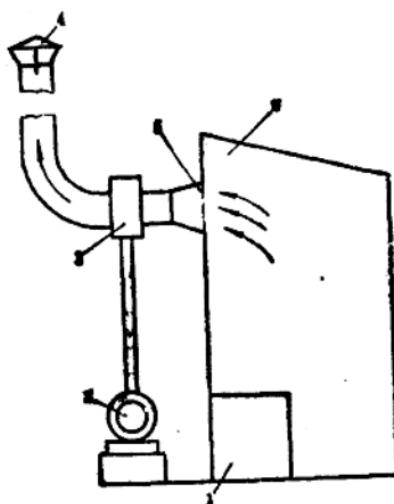
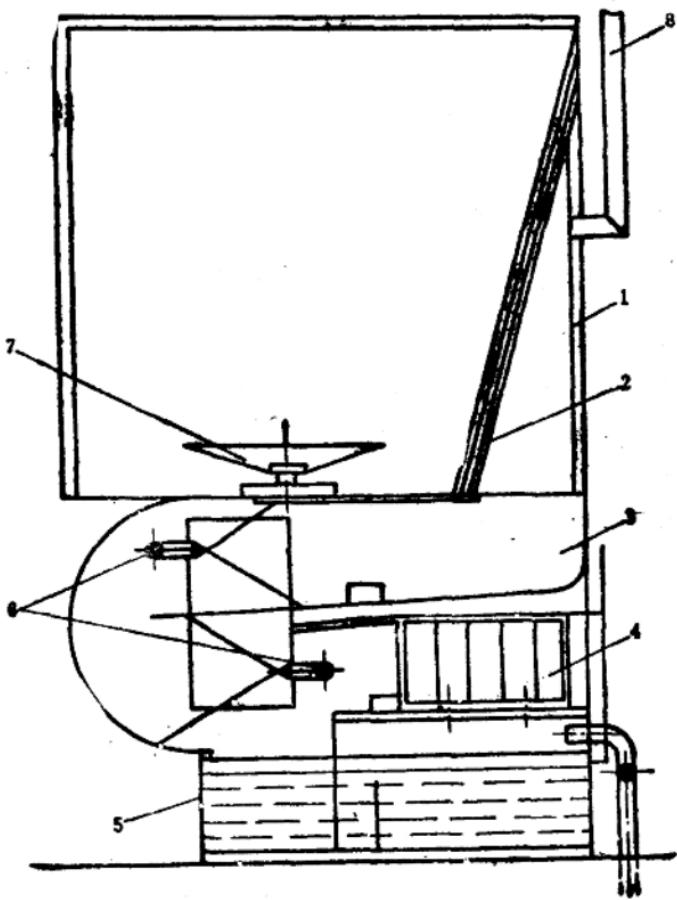

图1.1-4 小型喷漆工作室
图1.1-5 设有水幕过滤器的喷漆室
5. 喷漆室 在喷涂施工中，由于漆雾的扩散，必然会产生许多有害及有爆炸危险性的溶剂挥发物，危害操作人员的健康。喷漆室的作用就是用以排除施工时飞散的漆雾。小规模的喷漆室可以通过后墙的孔洞抽出，图1.1-4为小型喷漆工作室，图1.1-5为设有水幕过滤器的喷漆室。大规模的连续化生产，必须按照具体情况，设计专门的喷漆室，使它与清洗设备、烘干设备用传动链串联起来，并设有防爆装置的电器设备等。